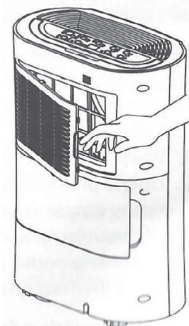

Abb. 7
3. Bauen Sie das Lufteinlassgitter (6) und den Einsatz des Kohlefilters (13) aus (Abb. 7).